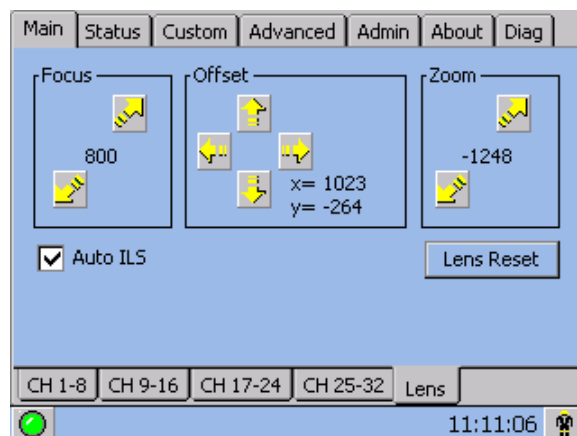

Abbildung 3-37 Intelligentes Objektivsystem
- Anhand eines Bildfeldtestmusters (Framing.tga empfohlen) können Sie den **Offset** durch Klicken der Schaltflächen für oben/unten/links/rechts im Menü **Main: Lens** (Hauptmenü: Objektiv) entsprechend einstellen (**Abbildung 3-37**), um eine rechteckige Bildanzeige zu erreichen.